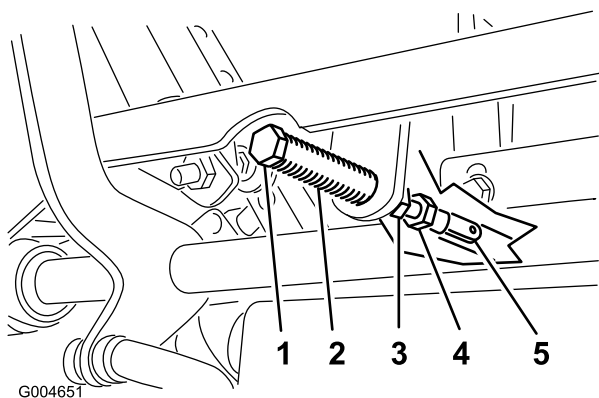

図 61
5. クレビス・ピン (ピボット・シャフトの上のアームについている) がスロットの端部に接触する (スプリングに圧力が掛かり始める位置) まで、レバーを手前に引く (図 61)。
7. 調整が必要な場合は、ジャム・ナットをゆるめて調整ナットをヨーク側に移動できるようにする(図 61)。
8. コントロール・レバーを軽く手前（後退側）に引きながら、調整ボルトを回して、コントロール・レバーがちょうどニュートラル固定位置にくるように調整する(図 61)。
9. ナットとジャム・ナット（図 61）を締め付ける。
- ボール・ジョイント部でジャム・ナット（図 61）を締めつける。